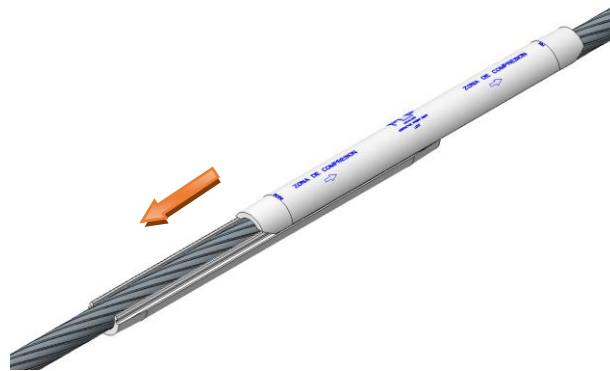

Imagen 1
1.2 Introduzca el conductor de aluminio en el tubo del cuerpo del derivador. Trate de centrar el producto sobre la sección dañada o a reparar. Ver imagen 1